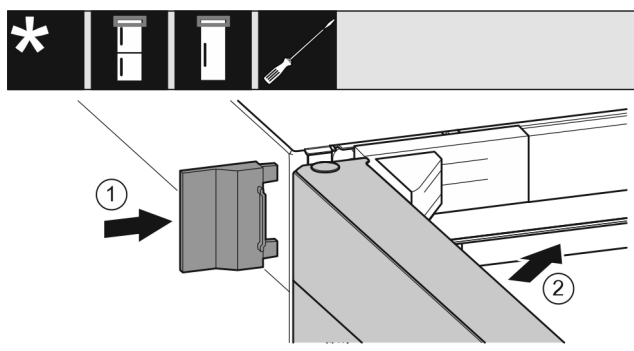

Fig. 24
- ▶ Natakните vanjski poklopac Fig. 24 (1).
- ▶ Zatvorite gornja vrata Fig. 24 (2).